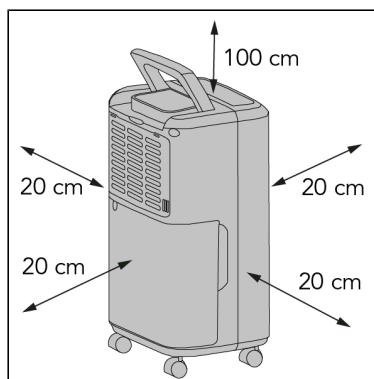

Figura 53.
2. Mantenere le seguenti distanze minime per garantire una corretta circolazione dell'aria dell'unità (Figura 53*):